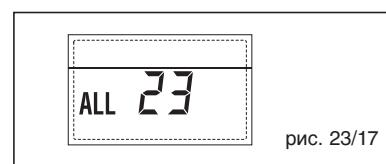

рис. 23/17
- НЕПОЛАДКА ДАТЧИКА СОЛНЕЧНОГО КОЛЛЕКТОРА (S1) "ТРЕВ 24" (рис. 23/18)